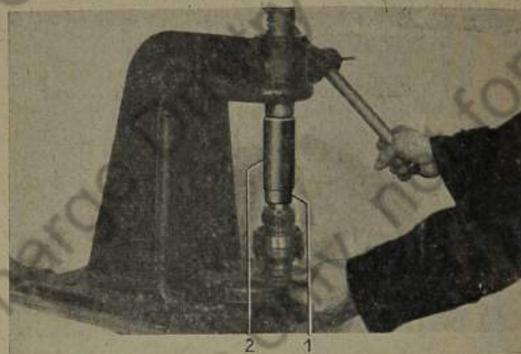

Bild 472: Laufbuchse auf Flanschelle aufpressen
4. Nutmutter anziehen, sichern und dann die Laufbuchse (470/8) mittels Spindelpresse aufpressen (Bild 472).